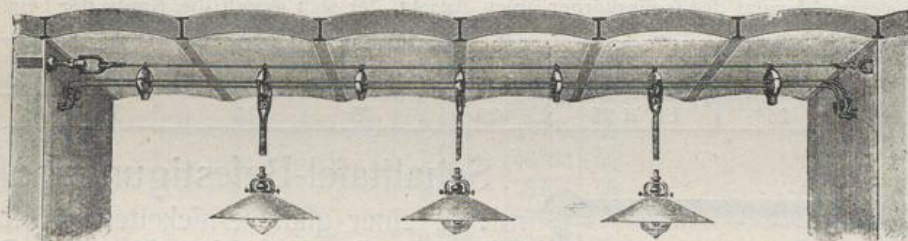

Fig. 1
1. Offene Leitungsverlegung mittels Klemmen. (Fig. 1).